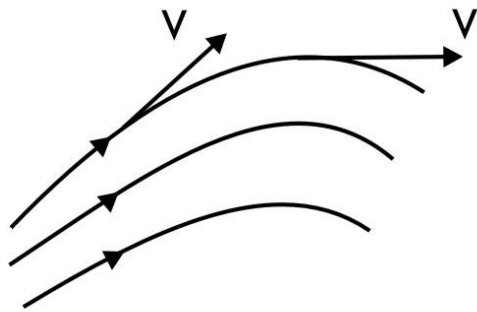

Рис. 6.1
- Графически движение жидкостей изображается с помощью линий тока, которые проводятся так, что **касательные к ним совпадают по направлению с вектором скорости жидкости** в соответствующих точках пространства (рис. 6.1).